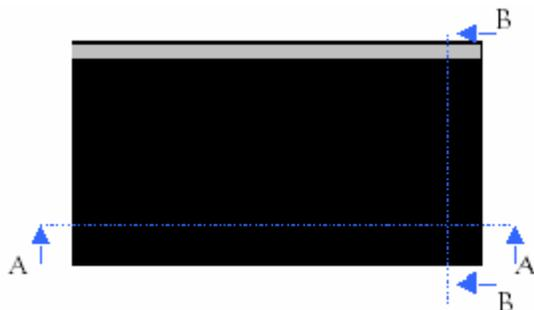

Figura 3
4. Corte el PAD 2230 de acuerdo a la sección del cable y clase de tensión, siguiendo la tabla I para uniones rectas, vea figura 3.